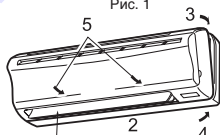

Рис. 2
- Потянув на себя, вытяните дренажный шланг из левой задней части внутреннего прибора. (Рис. 2)